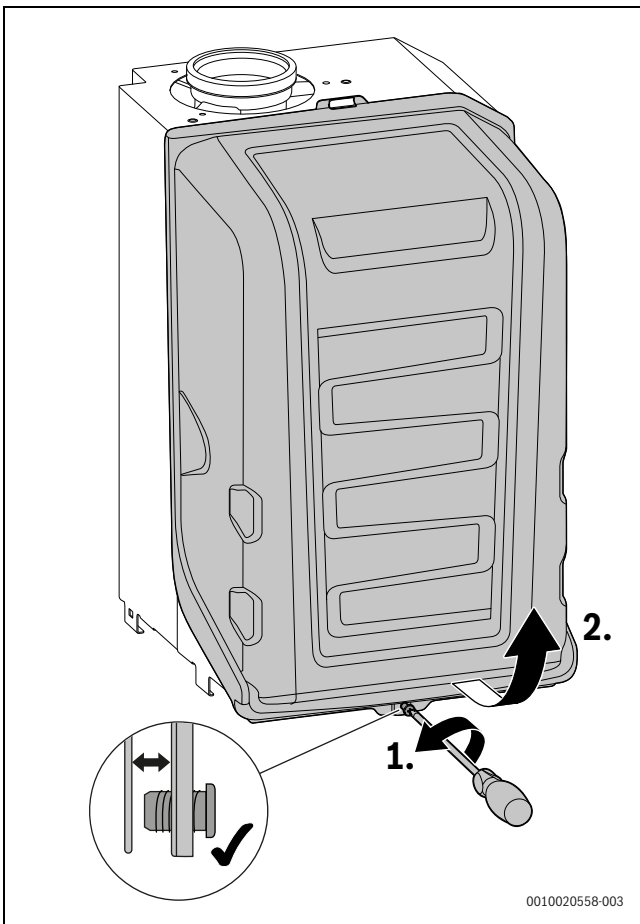

Рис. 98 Демонтаж кожуха горелки
- ▶ Снимите кожух горелки (→рис. 98, стр. 57).